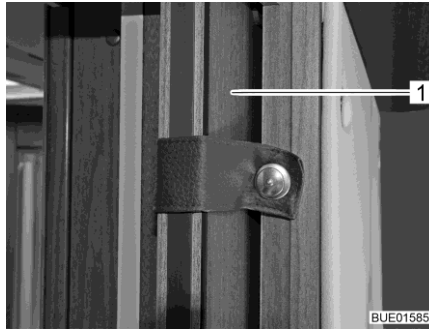
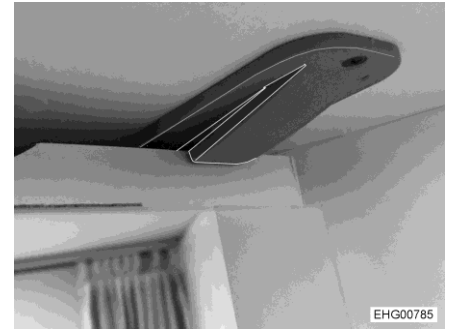

Bild 10 Skjutdörr (Exempel)
Bild 11 Spärr Variobad
- Säkra dörrarna (Bild 10,1) eller skiljeväggar med befintliga lås eller fäst-anordningarna (Bild 11 visar Variobad-spärren).